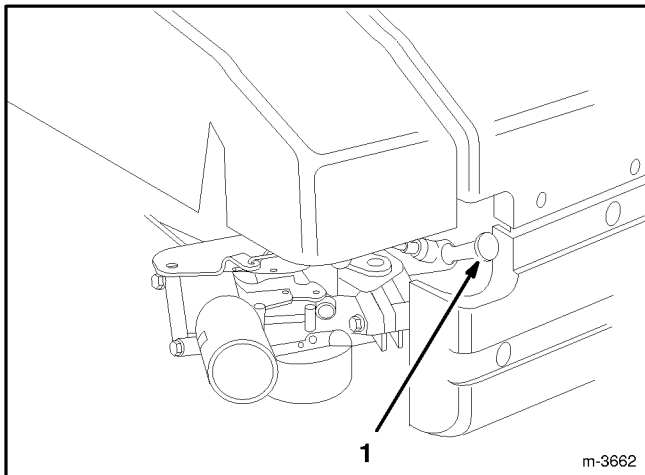

Abbildung 10
1. Zündkerzenkabel auf Zündkerze stecken (Abb. 10).
1. Motor abstellen und Zündkerzenkabel abziehen (Abb. 10). Beim Startschlüssel-Modell den Schlüssel aus dem Schalter ziehen.
1. Motor abstellen und Kabel von der Zündkerze abziehen (Abb. 10). Den Schlüssel aus dem Schalter ziehen.